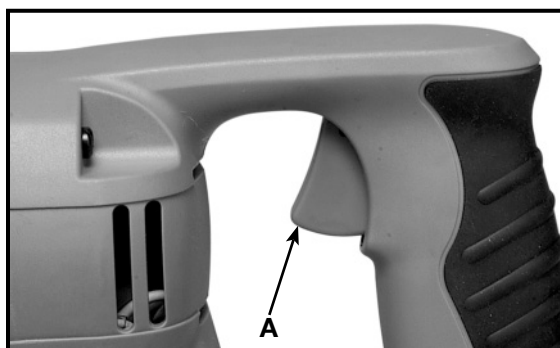

Fig. 7
2. Tenez la scie fermement. Appuyez sur la gâchette (A) Fig. 7, pour mettre le moteur en marche. Relâchez la gâchette pour arrêter le moteur.